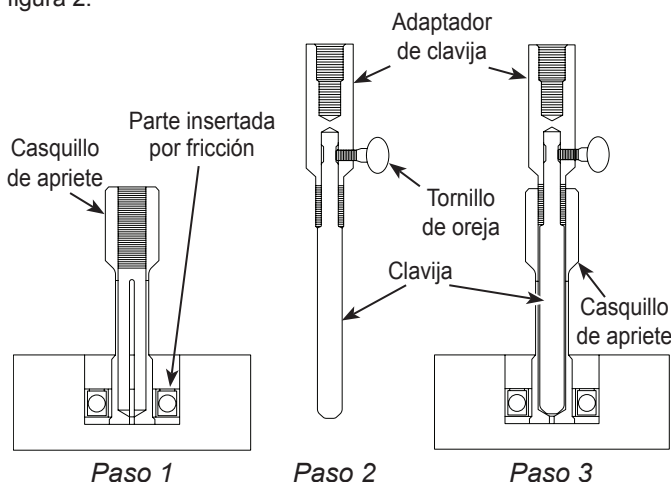

Figura 1
- Deslice el casquillo de apriete dentro del agujero/apertura hasta que el labio en el extremo del casquillo de apriete quede bajo/detrás de la pieza insertada por fricción. Consulte la figura 1.